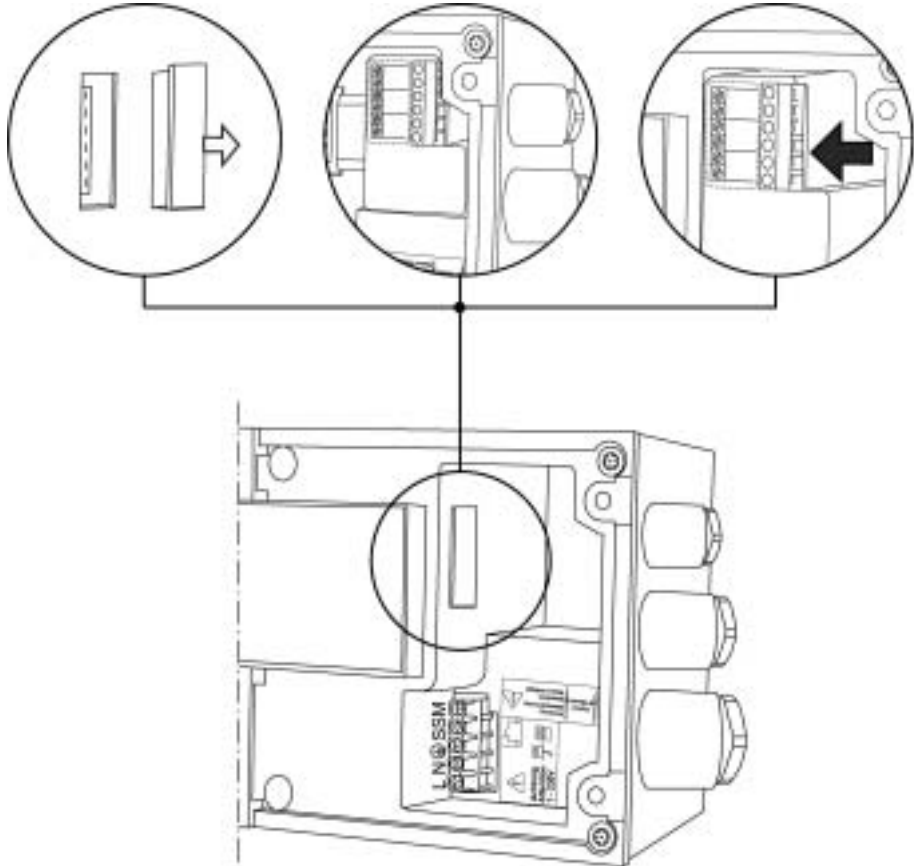

Fig. 8
- Avlägsna gummikapslingen från platinakontakterna: se Fig 8, Pkt.1
- Stick in IF-Modul Stratos i öppningen i kopplingsboxen: se Fig 8, Pkt.2
- Genom att från sidan trycka IF-Modul Stratos med stickproppen skjuter man upp den på kontakterna: se Fig 8, Pkt.3